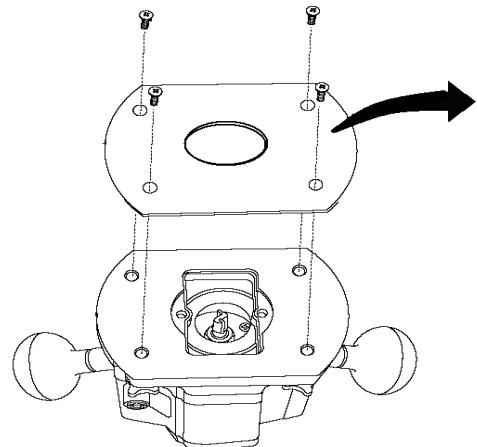
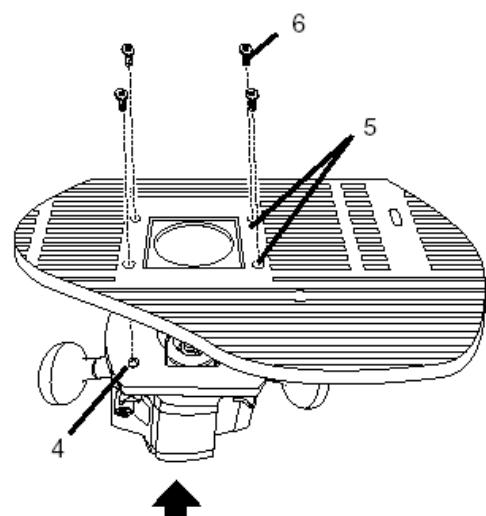
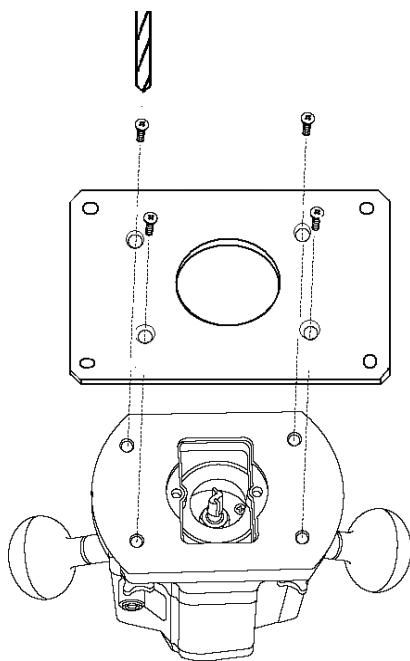
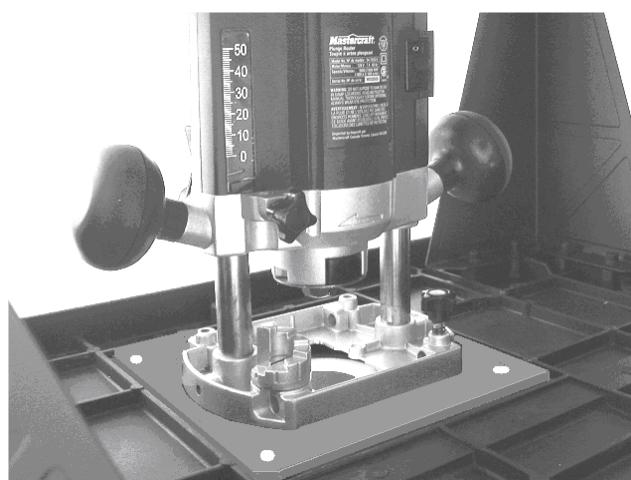

Fig 10
Fig 11
Fig 12
Fig 13
**Montage de la défonceuse sur la table (Fig 10 ~ Fig 13)**
**A) Montage direct (Fig 10, Fig 11):**
Retirer la plaque directrice de la défonceuse (Fig 10).
Fixer la défonceuse directement sur la table avec les vis et les écrous joints à la livraison (Fig 11).
### B) Montage avec plaque de montage (Fig 12, Fig 13):
Les orifices de montage doivent être perforés selon le schéma de perforation de votre défonceuse (Fig 12).
Fixer la défonceuse avec les vis et les écrous joints à la livraison (Fig 12).
Fixer la défonceuse, montée sur la plaque de montage, sur la table de défonceuse. Pour cela, utiliser les vis et les écrous joints à la livraison (Fig 13).